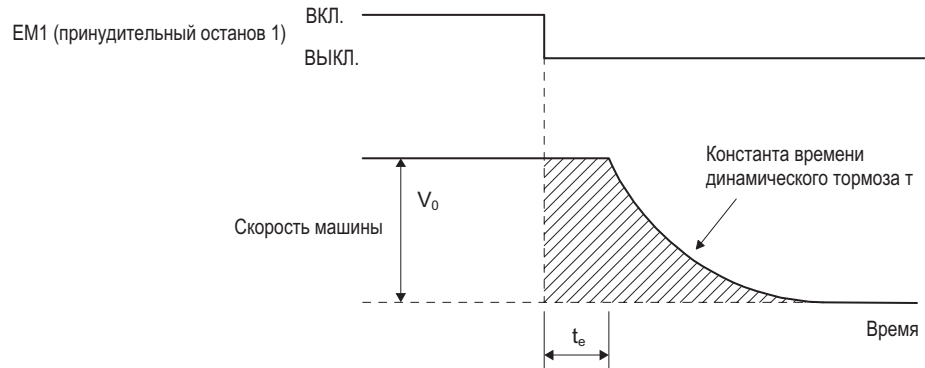

Рис. 10.3 Схема действия динамического тормоза
(1) Расчет длины выбега
На Рис. 10.3 показана схема, при которой серводвигатель полностью останавливается при помощи динамического тормоза. Чтобы рассчитать приблизительную длину выбега до полного останова, следует использовать уравнение 10.2. Константа времени динамического тормоза - τ - меняется в зависимости от скоростей работы серводвигателя и машины (см. п. (2) данного раздела).